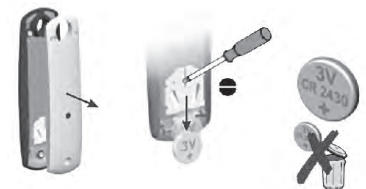

Fig. 4
a. Con un destornillador pequeño, afloje los tornillos del reverso del control remoto y retire la cubierta posterior. (Fig. 4)
b. Reemplace la batería con una batería de litio 2430 de 3 V. (Fig. 4)